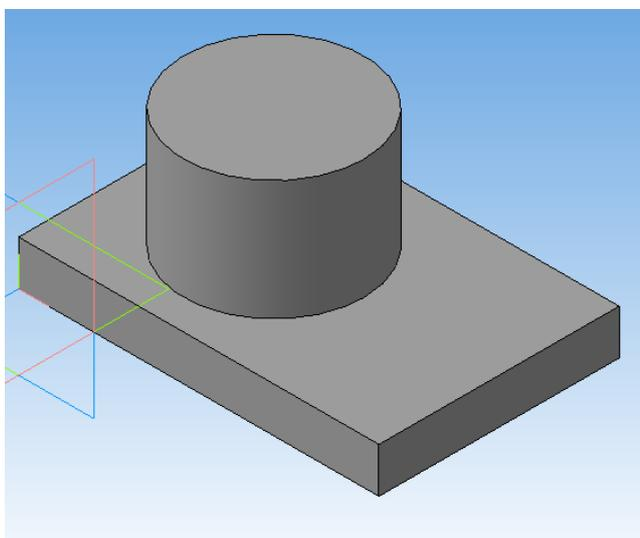

Рисунок 49
7. Выполните **Операцию выдавливания**  и вытяните ваш эскиз окружности, указав в параметрах **На расстояние** и размер **40мм** (рисунок 49).